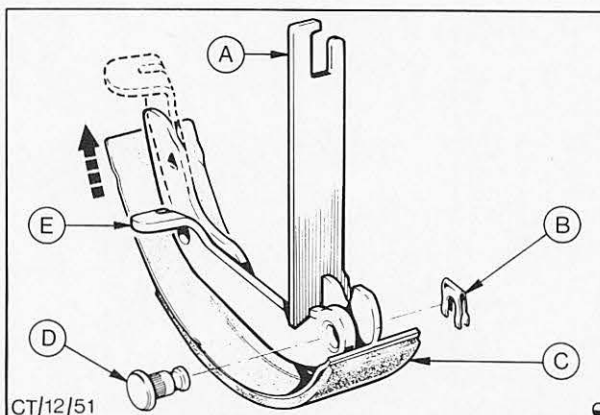

Abb. 38 Einzelteile – hintere (Ablauf-) Bremsbacke
7. Hintere Bremsbacke wie folgt zerlegen, Abb. 38: